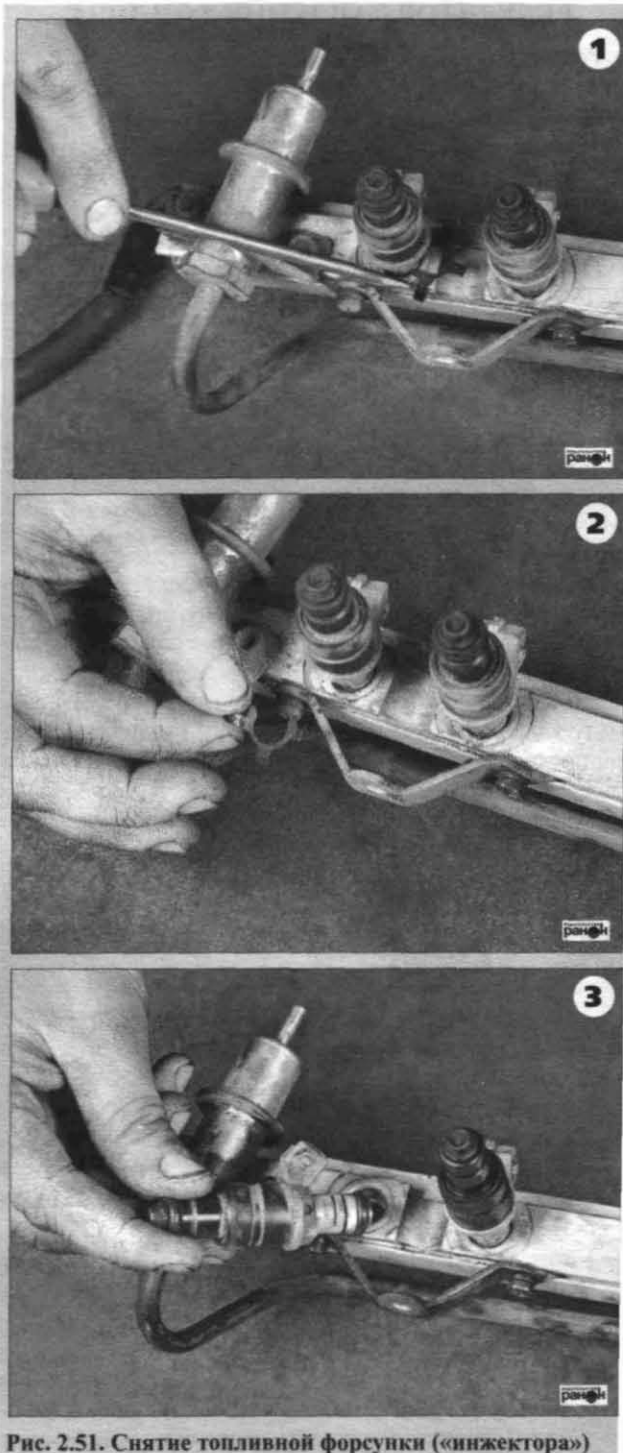

Рис. 2.51. Снятие топливной форсунки («инжектора»)
- снять фиксатор форсунки (рис. 2.51);